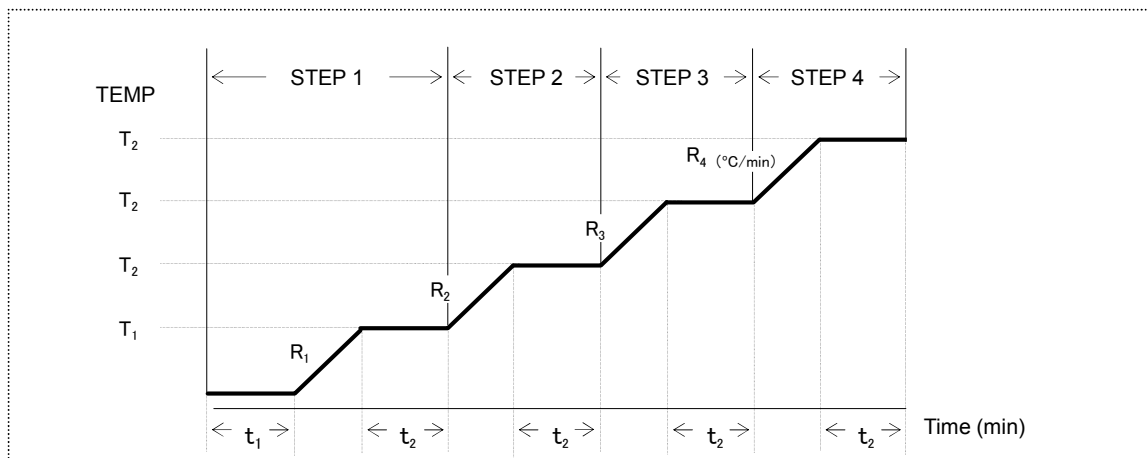

Fig. 4.15 EGA 多段昇温プログラムの概念図
- (1) “Furnace” と “Interface” のチェックボックス（B）にチェックマークを入れ、ヒーターを“ON”にしてください。
- (2) Step1 の昇温プログラムを D～H に入力してください。
- (3) Step2 の昇温プログラムを入力して下さい。Step2 以降の“Rate (°C/min)” に 0 を入力すると、その後のプログラムは実行されません。Step4 までの昇温プログラムを使用する場合の概念図を Fig. 4.15 に示します。“Direct EGA Analysis” では Step1 のみで一段昇温を行うのが一般的です。
- (4) 選択的試料導入装置を自動制御する場合には、C の“Settings” から開くダイアログで SS の項目にチェックマークを入れてください。